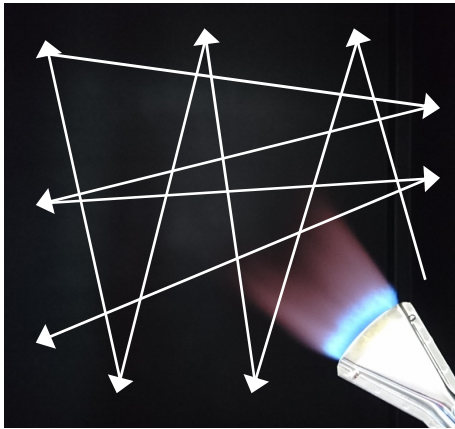

Abbildung 12: Überstreichen der Oberfläche
3. Der Brenner mit der offenen Flamme sollte kreuzweise überstreichend (s. Abb. 12) über die zu behandelnde Oberfläche geführt werden. Ein örtliches Überhitzen der Oberfläche (Substrat) ist zu vermeiden!